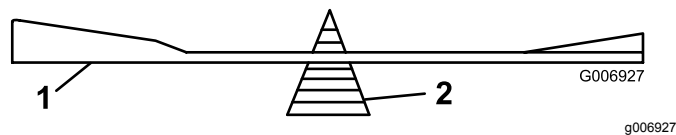

Bild 39
- Überprüfen Sie die Auswuchtung jedes Messers auf einer Ausgleichsmaschine (Bild 39). Wenn das Schnittmesser in der horizontalen Position bleibt, ist es ausgewuchtet und kann verwendet werden. Feilen Sie, wenn das Schnittmesser nicht ausgewuchtet ist, an der Rückseite des Messers etwas Metall ab. Wiederholen Sie diesen Vorgang, bis das Messer ausgewuchtet ist.